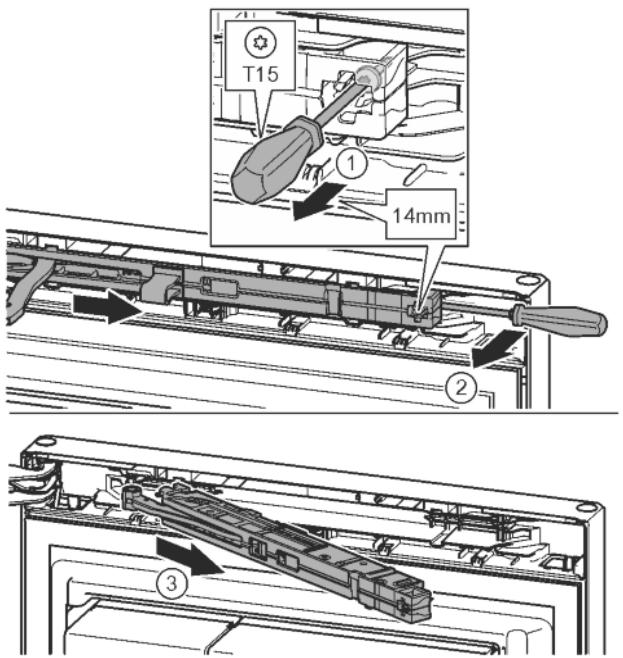

Fig. 11
- Šroub na jednotce tlumiče zavírání povolte šroubovákem T15 o cca 14 mm. Fig. 11 (1)
- Šroubovákem na straně madla zajedte za jednotku tlumiče zavírání a otočte ji dopředu. Fig. 11 (2)
- Vytáhněte jednotku tlumiče zavírání. Fig. 11 (3)